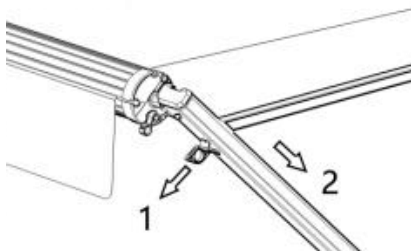

Figure D15
2.3 Afloje los tornillos de la barra de tensión, tire de la hebilla en la cabeza de la barra de soporte y empuje la barra de tensión hacia atrás a lo largo de la barra de soporte. (Figura D15)